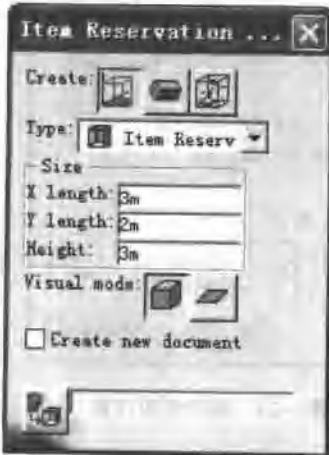

图 1-20 设备预置
- (1) 在树状目录中双击 Building，将其激活。
- (2) 单击 Item Reservation (项目预置) 按钮，在图 1-20 所示的对话框中 Type 里选 Equipment Reservation (设备预置)，并在 Size 栏里确定设备的几何尺寸。如选长度 X length 为 3m，宽度 Y length 为 2m，高度 Height 为 3m。